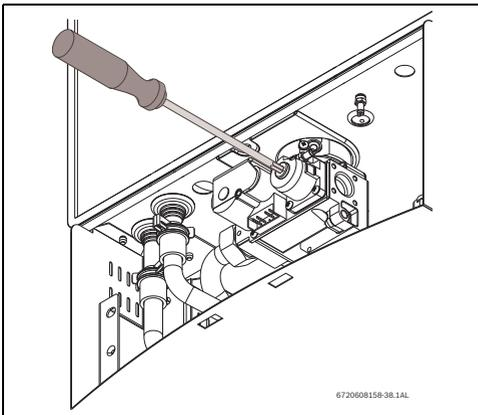

Fig. 41 Ajuste de CO₂ en modo P2
- Remover la pintura amarilla de precintado/sellado, de la tapa de protección de la parte delantera de la válvula de gas y removerla con una llave Torx nº 40, Fig.41.
- Colocar la tapa de protección de la parte delantera de la válvula de gas, Fig.41.